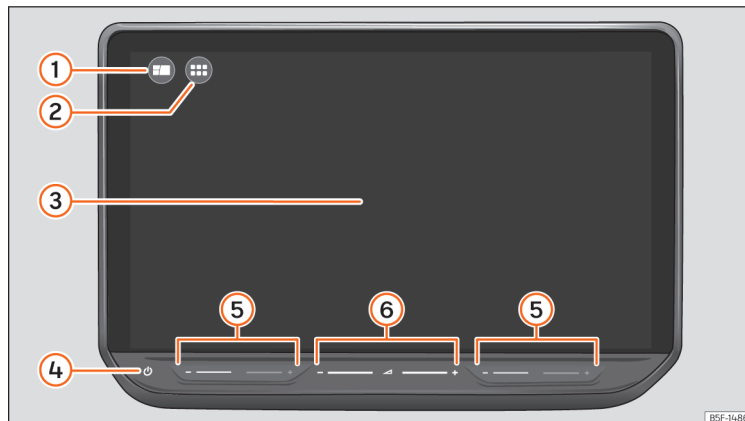

Fig. 170 Prezentare generală: unitate de comandă
Personalizați meniul din partea de sus sau meniul HOME » fig. 170 ①, pentru a accesa rapid funcțiile favorite sau utilizate cel mai frecvent.